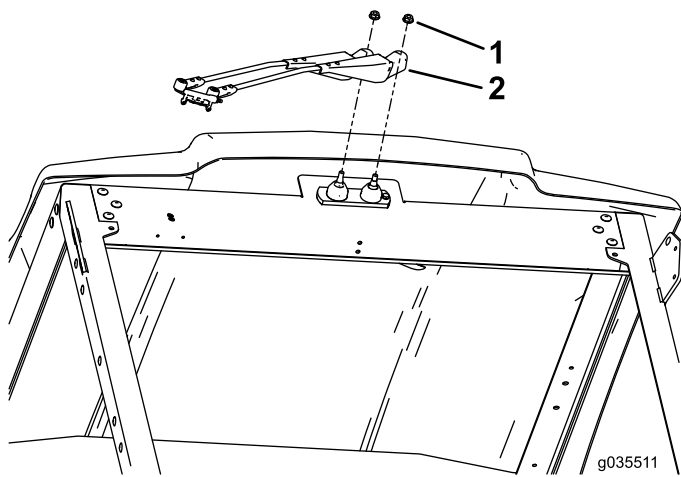

Figura 3
3. Aperte o braço do limpador para-brisas com as duas porcas grandes e aperte as porcas entre 23 e 25 N m (Figura 3).